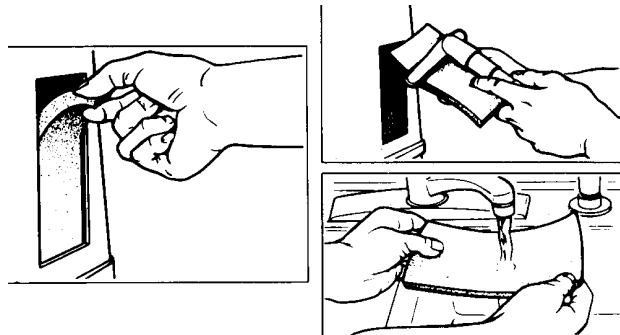

FIGURA 8 - LIMPIANDO LOS FILTROS DE LA CUBIERTA
1. Remueva cada filtro y **LIMPIELOS CUANDO MENOS UNA VEZ POR SEMANA** dependiendo de las condiciones ambientales (**FIGURA 8**).
2. Limpie los filtros de la cubierta con una aspiradora o lávelos en agua tibia con jabón y enjuáguelos completamente (**FIGURA 8**).